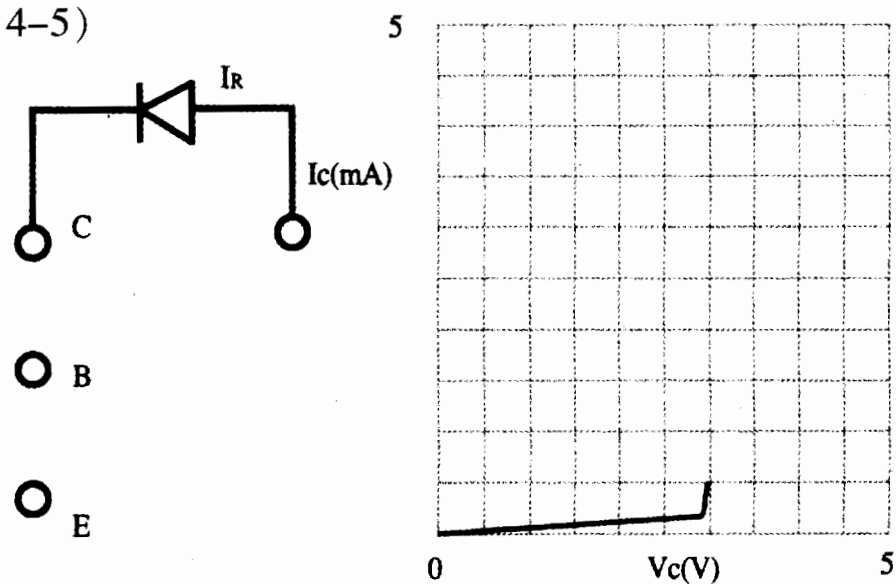

图 4-5
4.2.5 硅开关二极管 1N4148 反向击穿电压的测试 (如图 4-5)